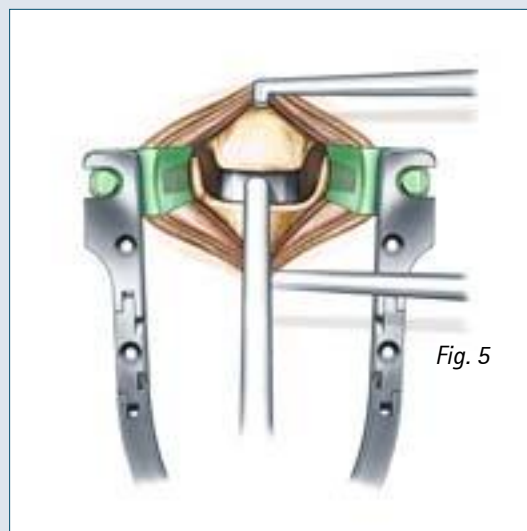

Fig. 5
- ☞ Puede definir el tamaño correcto del implante mediante los implantes de prueba (Fig. 5).